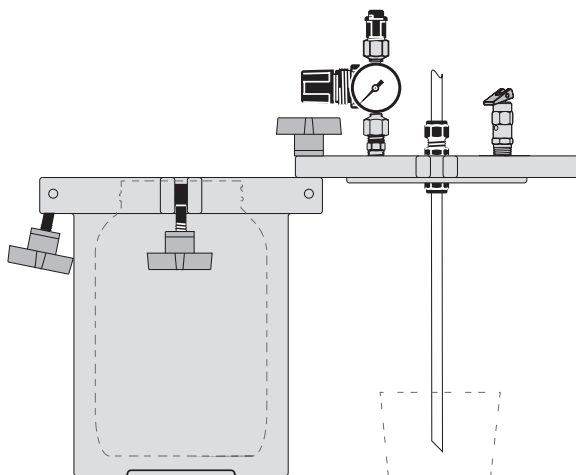

Figura 2
2. Azionare la valvola di sfiato dell'aria ❷. Tenere aperta la valvola di sfiato fino a completa cessazione di ogni suono sibilante.
3. Verificare che il manometro indichi pressione zero ❸. Se la lettura è a zero, rilasciare lentamente i morsetti della copertura ❹. (Figura 2, pagina 8).
3. Asportare la copertura del serbatoio e riparla momentaneamente richiudendo uno dei morsetti (Figura 2). Al momento di ricaricare il serbatoio, asportare con una tazza (non in dotazione) l'eventuale materiale in eccesso che sgocciola dal tubo di alimentazione.